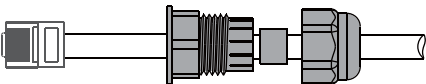

Figura 4.5-4 Chiusura remota del collegamento del cavo
Passo 3-2 Per l'arresto remoto. Far passare il cavo attraverso la piastra d'acciaio, quindi collegare i fili ai pin 5 e 6. La Tabella 4.6-1 descrive la definizione della porta a 6 pin, il cablaggio è mostrato nella Figura 4.5-4.